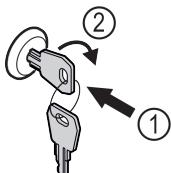

Fig. 151
- Uvucite ključ Fig. 151 (1).
- Okrenite ključ za 90° nadesno Fig. 151 (2).